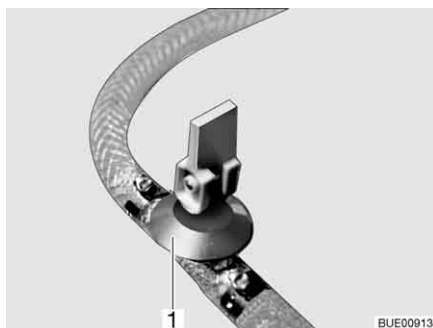
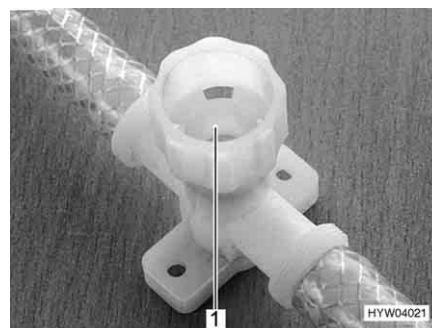

Fig. 246 Rubinetto di scarico (con leva a bilancere)
Fig. 247 Rubinetto di scarico (con tappo a vite)
- Aprire tutti i rubinetti di scarico. Mettere la leva a bilanciere del rubinetto di scarico (Fig. 246,1) in posizione verticale o chiudere il coperchio del rubinetto di scarico (Fig. 247,1) in senso antiorario.